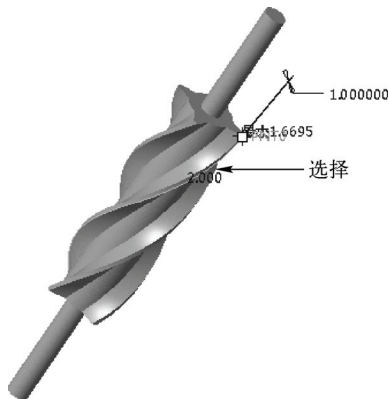

图 12-45 选择曲线
STEP 03 弹出“偏差分析”对话框，在绘图区中合适的曲线上单击鼠标左键，并在点“PNT0”上单击鼠标左键，如图 12-45 所示。